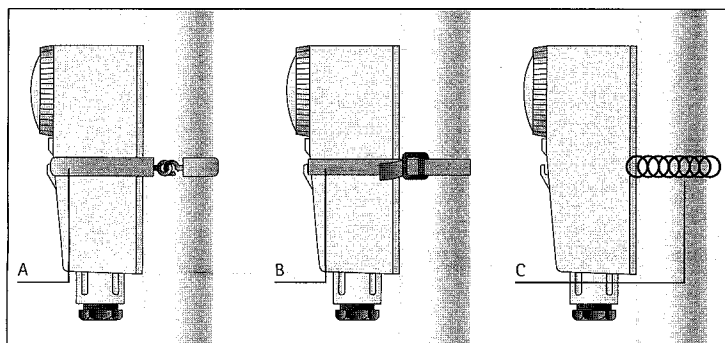

fig.4 - εικ.4
B) Verwijder het kapje van het voorwerp door eerst de regelknop (indien aanwezig) en vervolgens de schroef onder deze knop te verwijderen. Leid eerst de draden van de installatie door de draadleiters en verbind ze met het klemmenbord (fig.4) zoals aangegeven in de volgende paragraaf "Elektrische aansluitingen". Sluit het product weer met het kapje, draai het schroefje weer aan en bevestig de regelknop (indien aanwezig)